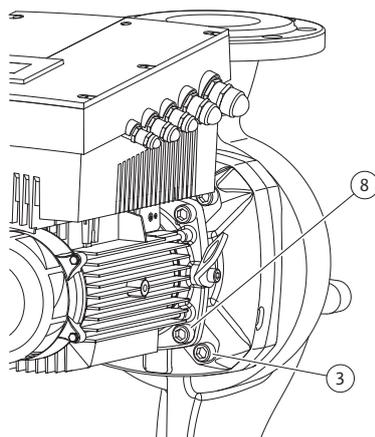

Fig. 50: Fixation en option du kit embrochable en option
11. Desserrer les vis (fig. 7, pos. 3) et les retirer. Suivant les types de pompes, retirer les vis extérieures (fig. 50, pos. 3). Le kit embrochable (voir fig. 13) reste fixé en toute sécurité dans le corps de pompe après avoir retiré les vis ; il n'existe aucun risque de basculement, même quand l'arbre moteur est en position horizontale.
16. Suivant le type de pompe, desserrer les vis (fig. 7, pos. 10) ou bien les vis (fig. 50, pos. 8).
22. Glisser précautionneusement la lanterne sur l'arbre et la positionner sur son ancien emplacement ou bien dans un autre angle par rapport à la bride de moteur. Respecter les positions de montage admissibles des composants (voir chapitre 7.1 «Positions de montage autorisées et modification de la disposition des composants avant l'installation» à la page 146). Fixer la lanterne avec les vis (fig. 7, pos. 10) **ou bien**, pour les types de pompes/lanternes selon la fig. 50, avec les vis (fig. 50, pos. 8) sur la bride de moteur.